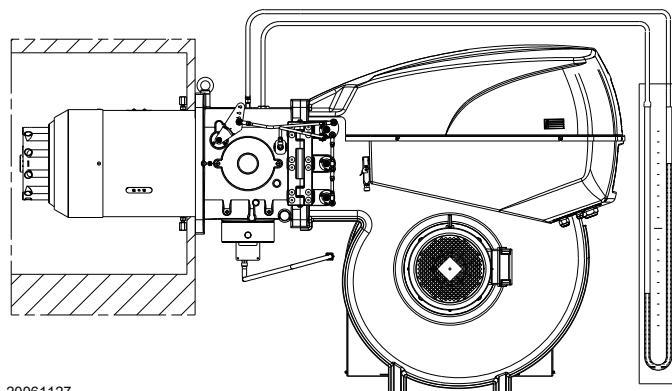

Fig. 26
- Monter un manomètre en U ou un manomètre de type différentiel (Fig. 26), avec la prise (+) sur la pression de gaz du manchon et (-) dans la chambre de combustion. Ceci sert à obtenir approximativement la puissance MAX. du brûleur.
L'arrivée de gaz au manchon est mise en évidence sur le manomètre en U (Fig. 26).